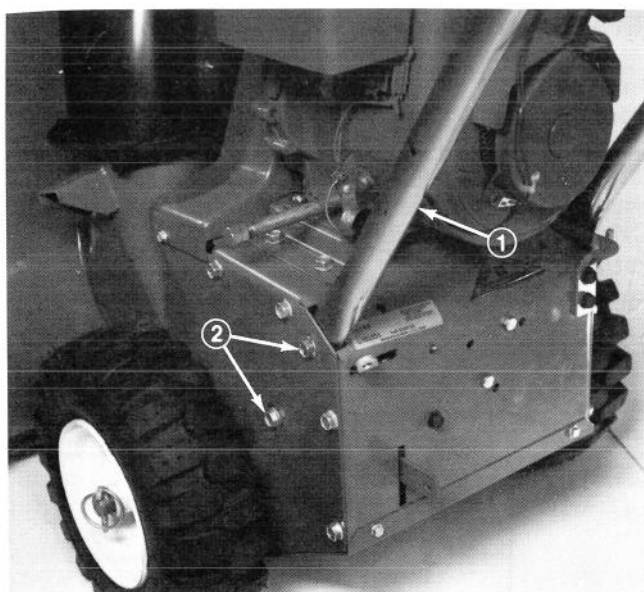

Figure 2
4. Fixez les mancherons aux plaques latérales à l'aide des boulons à tête hexagonale avec collerette (Fig. 2).